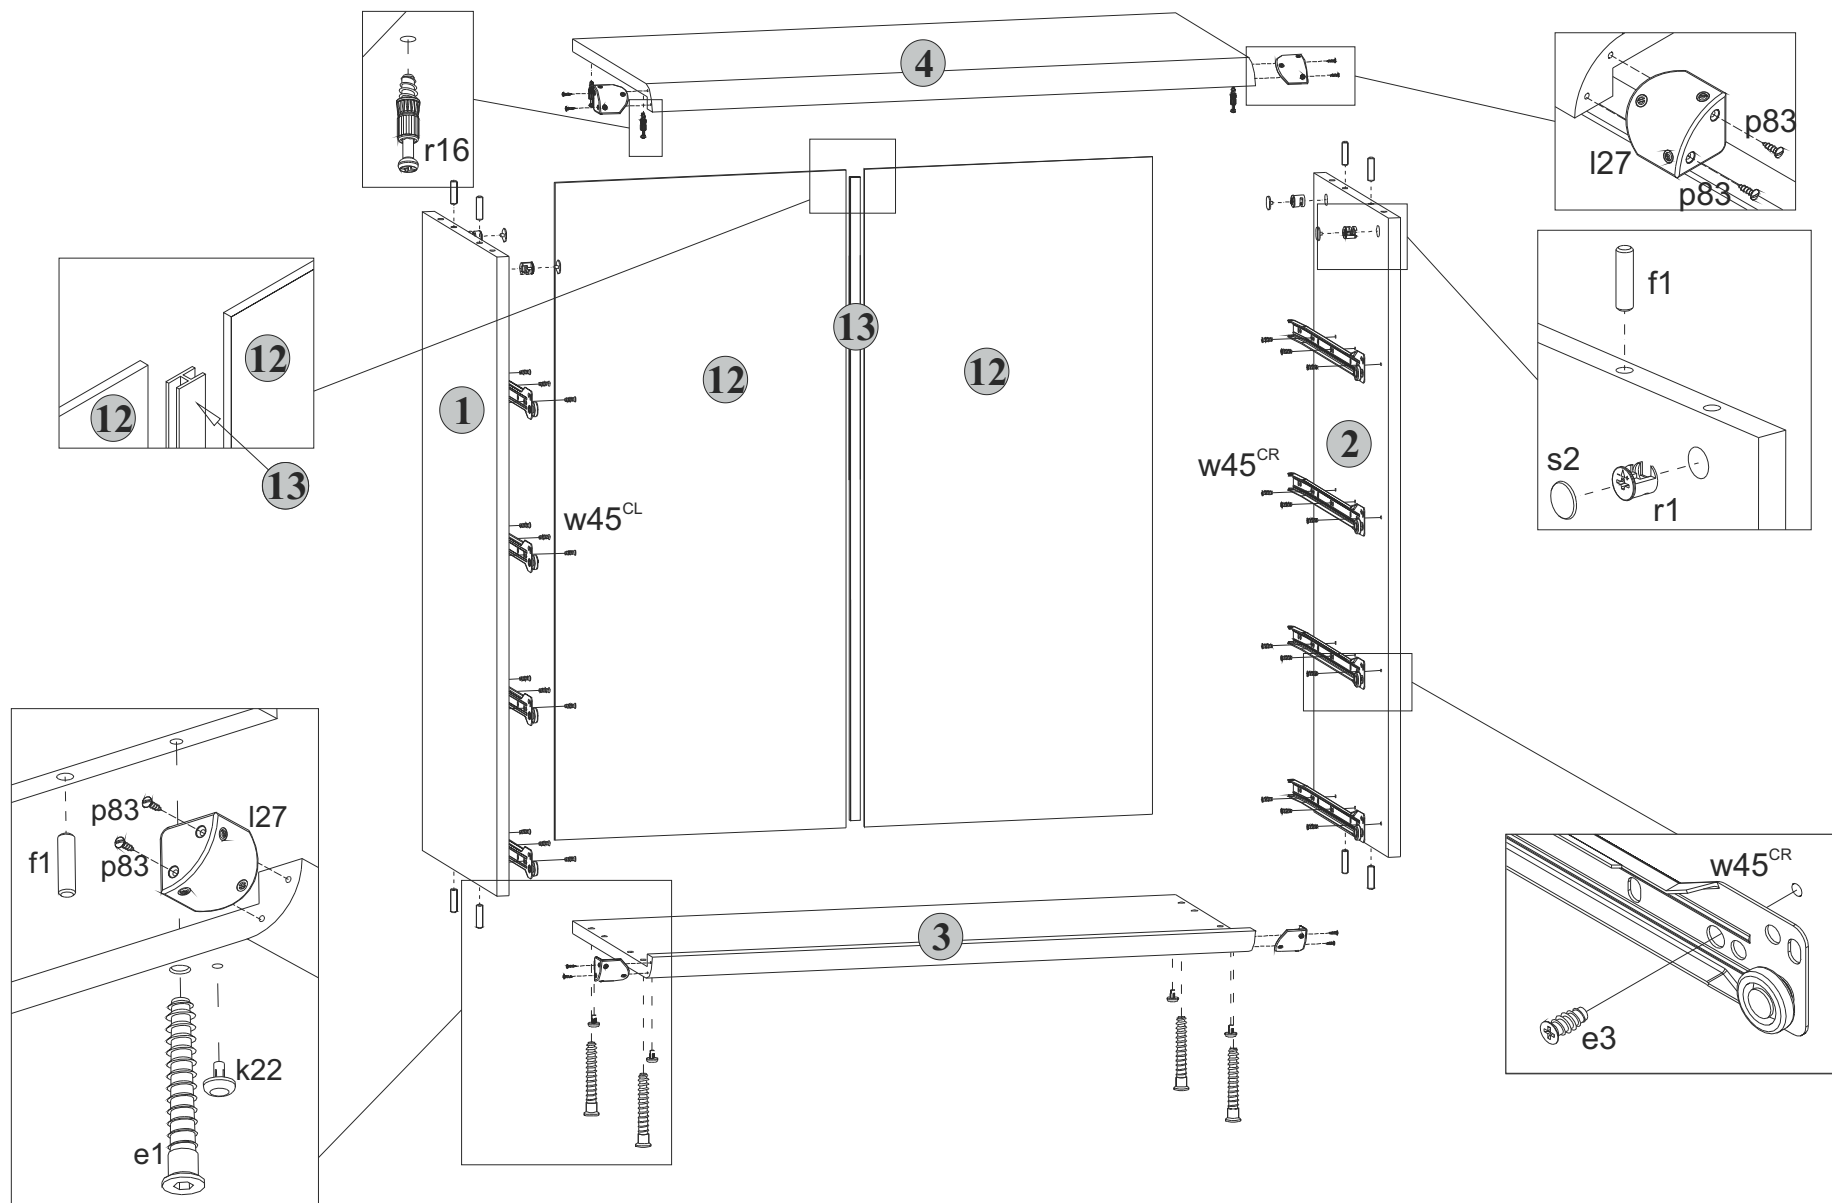

Рис. 2
эксцентрики **r1** (см.рис. 2).
5.5 В отверстия диаметром **5 мм** на нижней поверхности щита верхнего **4** вкрутить винты стяжки **r16**, пользуясь крестообразной отверткой (см.рис. 2).
5.6 В отверстия диаметром **4,5 мм** на нижней поверхности щита нижнего **3** вставить опоры полимерные **k22** (подпятники) (см.рис. 2).
5.8 К стенкам боковым **1** и **2** присоединить щит нижний **3** и стянуть еврошурупами **e1**, пользуясь специальным ключом **z1** из комплекта фурнитуры (см.рис. 2).
5.2 В отверстия диаметром **8 мм** на верхних и нижних кромках стенок боковых **1** и **2** вбить деревянные шканты **f1** (см.рис. 2).